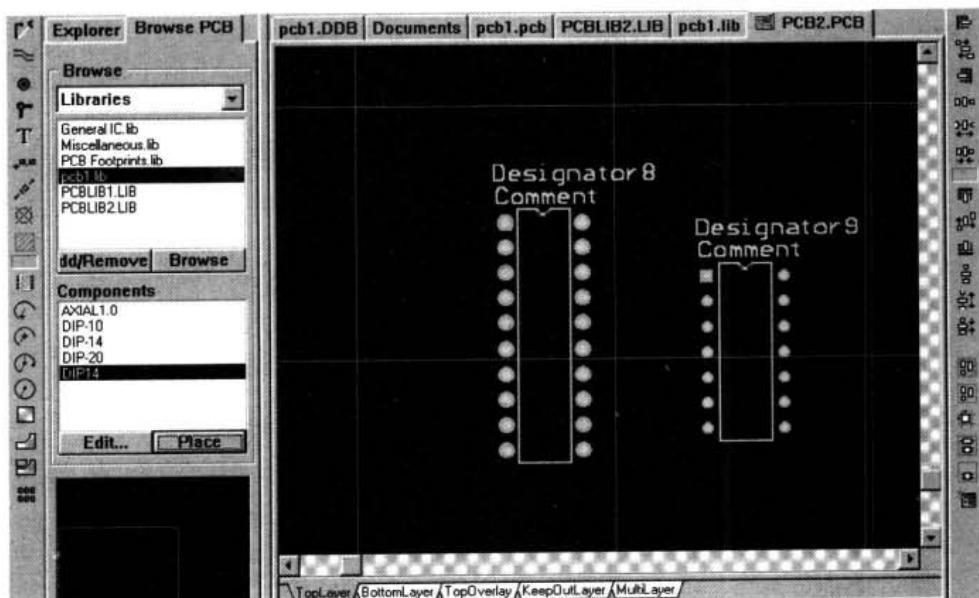

图 17-27 从 PCB1 封装库中放置元件
(4) 在图 17-25 中, 单击 `pcb1.lib`, 则 PCB1 封装库中所有封装就在图 17-26 中显示出来。在图 17-26 中, 双击选中的元件, 或者选中元件后, 再单击 Place 按钮, 就可以将元件放置到 PCB 电路图中, 如图 17-27 所示。